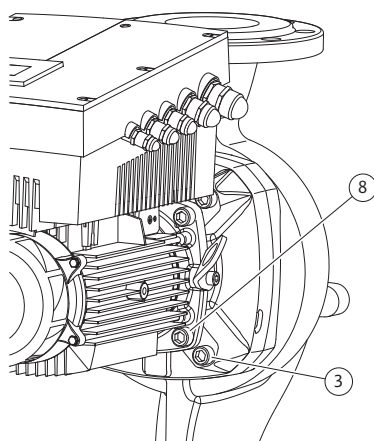

Fig. 52: Siseosakomplekti valikuline kinnitus
11. Keerake lahti ja eemaldage kruvid (Fig. 7, pos 3). Olenevalt pumba tüübist tuleb võtta välimised kruvid (Fig. 52, pos 3). Siseosakomplekt (vt Fig. 13) jääb pärast kruvide eemaldamist kindlalt pumbakorpusse, ka mootorivõlli horisontaalasendi korral ei ole ümberkukkumisohtu.
16. Olenevalt pumba tüübist keerake kruvid (Fig. 7, pos 10) või alternatiivselt kruvid (Fig. 52, pos 8) lahti.
22. Lükake distantsäärik ettevaatlikult völli ja seadke mootori ääriku suhtes endisse või soovikohasesse uude nurkasendisse. Arvestage sealjuures osade lubatud paigaldusasendeid (vt ptk 7.1 „Lubatud paigaldusasendid ja osade paigutuse muutmine enne paigaldamist” leheküljel 19). Kinnitage distantsäärik kruvidega (Fig. 7, pos 10) või – (Fig. 52) pumbatüüpide/distantsäärikutüüpide puhul – kruvidega (Fig. 52, pos 8) mootori äärikule.